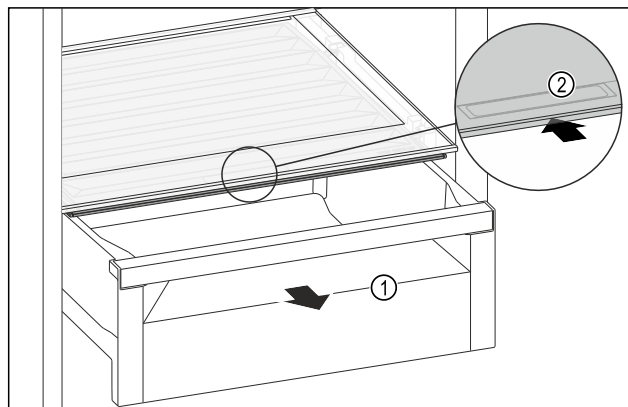

Fig. 136
- Tërhiqni jashtë sirtarin Fig. 136 (1).
- Kapni dorezën e futur Fig. 136 (2) në kapakun e ndarjes dhe në të njëjtën kohë shtyni për prapa kapakun e ndarjes.